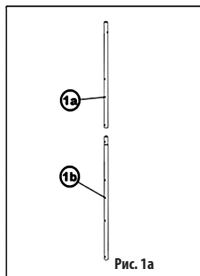
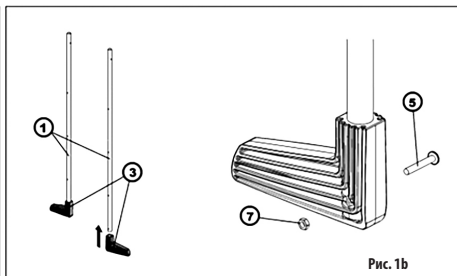

Рис. 1a
Рис. 1b
Нижние угольники (3) надвиньте на правильный конец (в соответствии с отверстиями) трубок ножек (1). Закрепите соответствующими болтами (5) и гайками (7) (Рис. 1b). У составной бассейновой лестницы длиной 1,20 м надо попарно составить верхние (1a) и нижние (1b) части ножек (Рис. 1a).